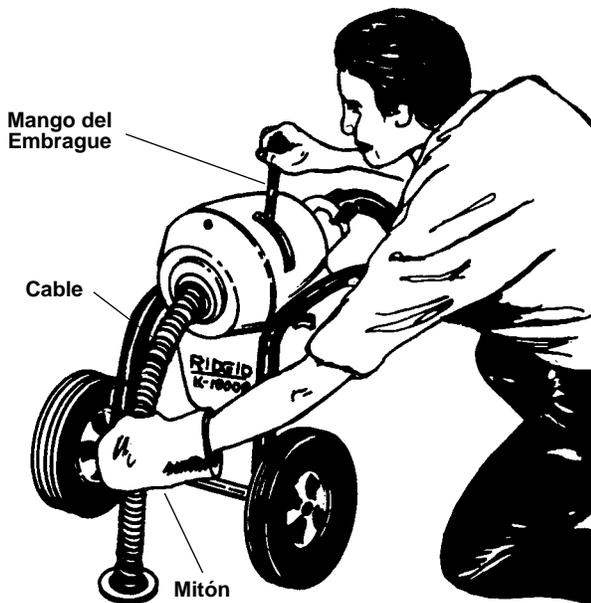

Figura 7 – Funcionamiento de la máquina para limpiar desagües
5. Con la mano que lleva el mitón, empuje sobre la parte superior del lazo y tire el mango del embrague hacia abajo con un movimiento repentino (Figura 7). La herramienta pasará por la trampilla con facilidad.
7. Suelte el embrague y repita el proceso hasta que se haya alcanzado la obstrucción o el cable. Agregue cables adicionales, uno por uno, según se necesite. (Figura 7)